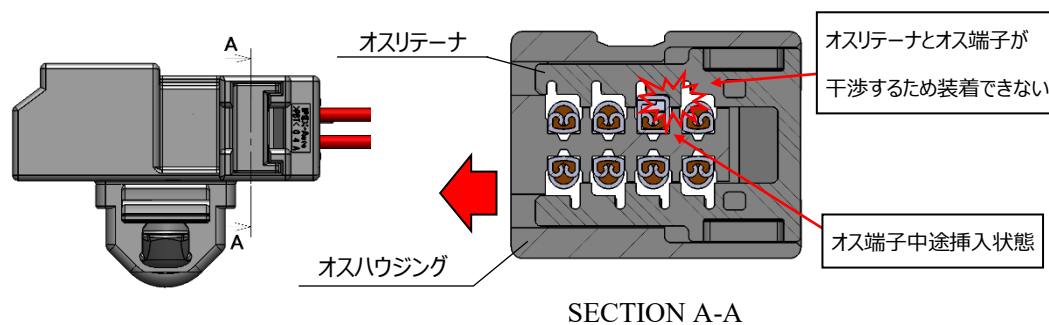

図 34 オス端子中途挿入状態
- ③ 図.34 に示すように、オス端子が中途挿入状態である場合、オスリテーナが装着できません。